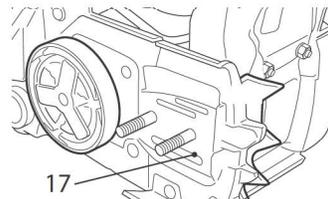

Fig. 47
- > Compruebe que el orificio de lubricación (17) no esté obstruido y límpielo si es necesario para asegurar una lubricación adecuada de la barra guía y la cadena de la sierra durante el funcionamiento. Utilice un cable blando lo suficientemente pequeño como para insertarlo en el orificio de descarga de aceite (Fig. 47).